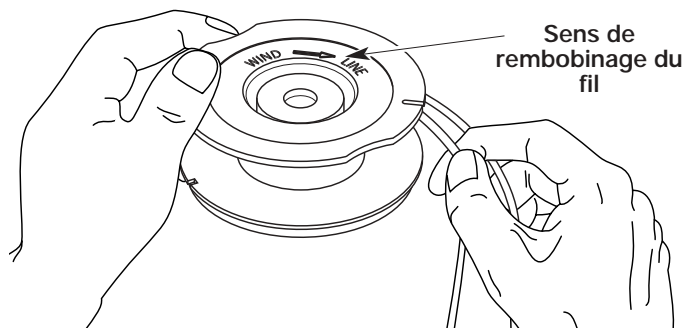

Fig. 15
8. Enroulez les fils en couches uniformes serrées sur le moulinet intérieur. Enroulez le fil dans le sens indiqué sur le moulinet intérieur. Placez votre index entre les deux fils pour les empêcher de se superposer, s'entortiller ou se croiser (Fig. 15). Évitez de superposer, entortiller ou croiser les extrémités du fil. Passez à l'étape 12.